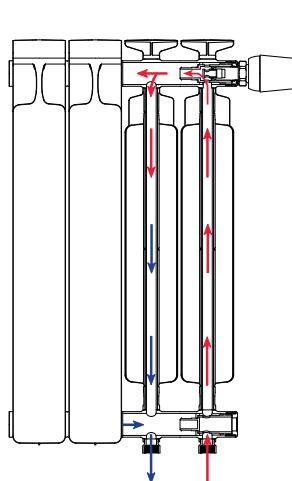
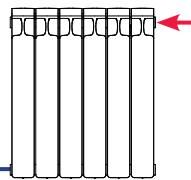

рис. 2
рис. 4
1.8 В случае одностороннего бокового подключения радиатора (рис. 2 рис.4) с числом секций более 12 шт., для оптимальной теплоотдачи, рекомендуется во впускной коллектор установить направляющую потока длиной ≈% длины радиатора.